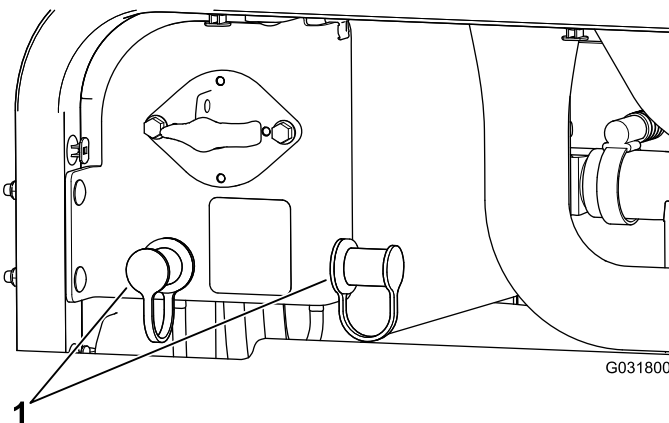

Figure 114
3. Retirez les capuchons des bornes positives de la batterie déchargée (Figure 114)